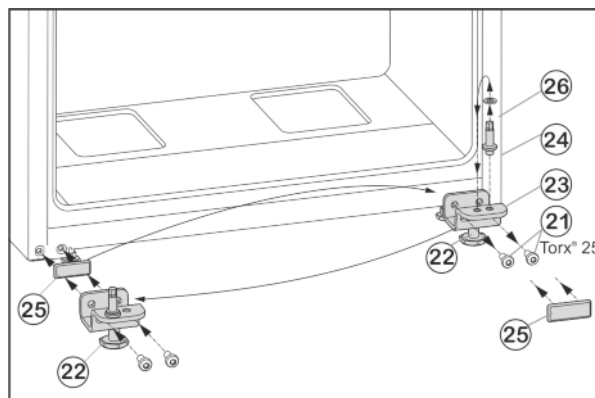

Fig. 7
- ▶ Upevňovací šrouby Fig. 7 (21) odšroubujte.
- ▶ Vyměňte spodní stojan ložiska Fig. 7 (23) i s ložiskovým čepem Fig. 7 (24), podložkou Fig. 7 (26) a seřizovací nožkou Fig. 7 (22).
- ▶ Ložiskový čep Fig. 7 (24) kompletně odšroubujte i s podložkou Fig. 7 (26), přemístěte do protilehlého upínacího otvoru stojanu ložiska a opět přišroubujte.
- ▶ Krycí desku Fig. 7 (25) opatrně sejměte a přemístěte ji na protější stranu.
- ▶ Dolní stojan ložiska Fig. 7 (23) opět kompletně, i s ložiskovým čepem Fig. 7 (24), podložkou Fig. 7 (26) a seřizovací nožkou Fig. 7 (22), případně s pomocí akumulátorového šroubováku **silou (4 Nm)** našroubujte na nové straně závěsu dveří.
- ▶ Dveře nasadte shora na ložiskový čep Fig. 7 (24).
- ▶ Seřizovací nožku Fig. 7 (22) na spodním stojanu ložiska Fig. 7 (23) vytácejte, až dosedne na zem.